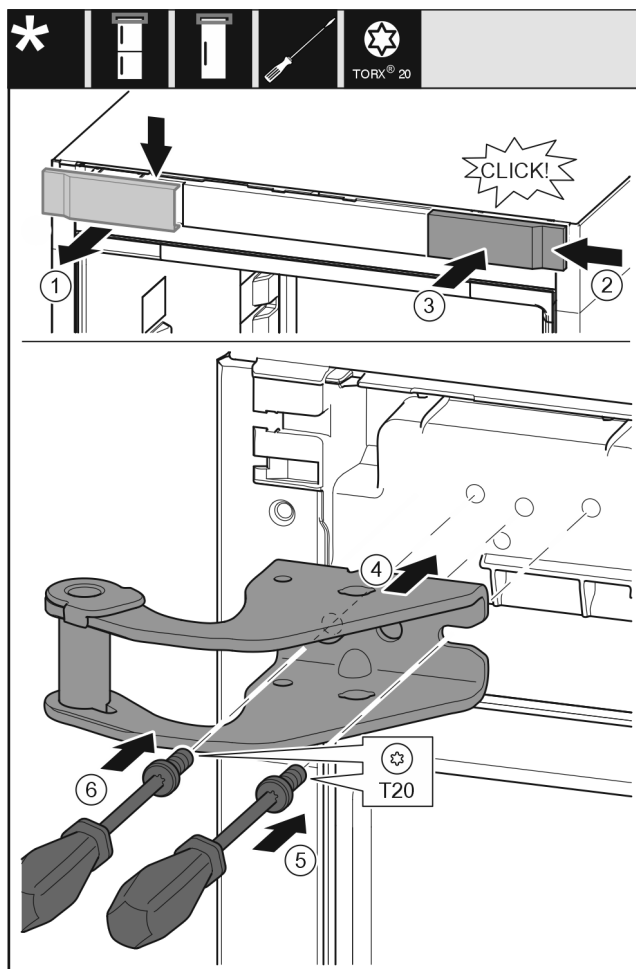

Fig. 15
- Skinite poklopac Fig. 15 (1) odozgo prema naprijed.
- Zakvačite poklopac Fig. 15 (2) okrenut za 180° na drugoj strani zdesna.
- Pustite da se poklopac Fig. 15 (3) uglavi.
- Postavite gornji podložak ležaja Fig. 15 (4).
- Odvijačem umetnite i pritegnite vijak Fig. 15 (5).
- Odvijačem umetnite i pritegnite vijak Fig. 15 (6).